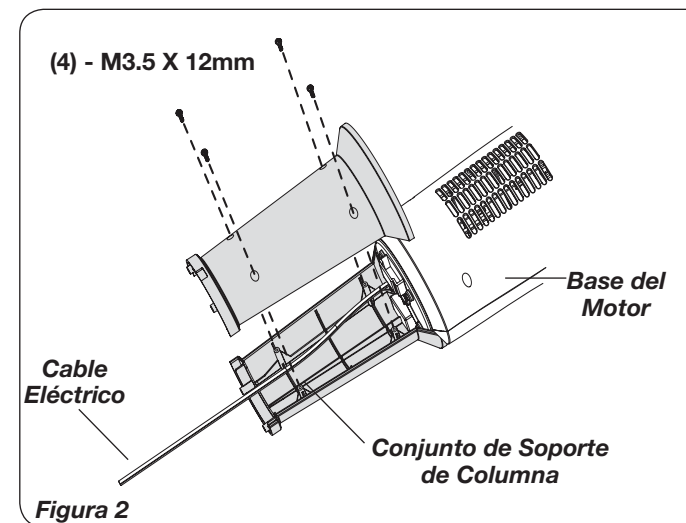

Figura 2
FUNCIÓN DE TEMPORIZADOR (Figura 2)
- Una el Conjunto de Soporte de Columna a la Base del Motor con (4) tornillos M3.5 x 12 mm. Cerciérese de que la Llave que está en la Base del Motor quede alineada con la Muesca de Ubicación en el Conjunto de Soporte de Columna. (Figura 2)